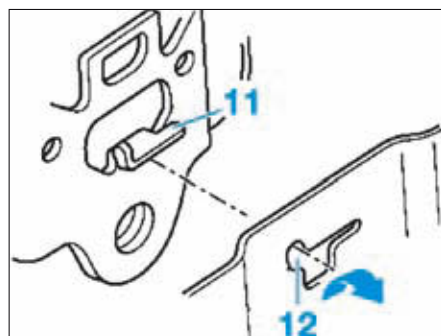

FIG. 24
- Avant de serrer l'enrouleur, insérer correctement la patte (11) de l'enrouleur dans l'encoche (12) prévue à cet effet (Fig.24).